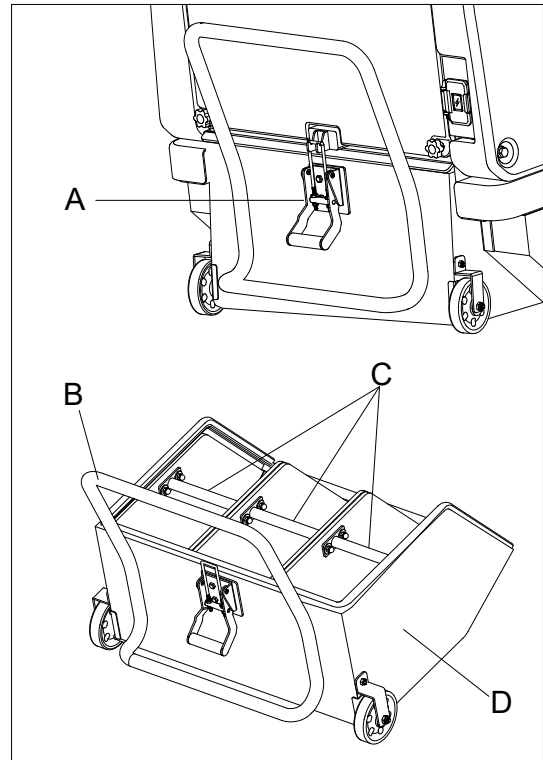

Abb. 13
6. Der Abfallbehälter (D, Abb. 13) muss nach jedem Arbeitszyklus und immer dann entleert werden, wenn er voll ist (vgl. das im nachstehenden Absatz beschriebene Verfahren).
3. Lösen Sie den Verschluss (A, Abb. 13), indem Sie an ihrem unteren Ende ziehen.
4. Entfernen Sie den Abfallbehälter (D, Abb. 13), indem Sie ihn mithilfe des Griffs (B, Abb. 13) aus den inneren Führungen lösen.
5. Entladen Sie den gesamten Schmutz in spezielle Behälter. Zur Vereinfachung des Entladevorgangs befinden sich im Abfallbehälter drei Fächer (optional) mit Griff (C, Abb. 13).
6. Installieren Sie die Innenfächer mit Griff (C, Abb. 13), falls sie im Lieferumfang enthalten sind.
7. Installieren Sie den Abfallbehälter (D, Abb. 13), sodass er in die inneren Führungen eingreift. Befestigen Sie ihn im Anschluss mit dem entsprechenden Verschluss (A, Abb. 13).
10. Entleeren Sie den Abfallbehälter (D, Abb. 13) (vgl. die im vorigen Absatz beschriebene Vorgehensweise).